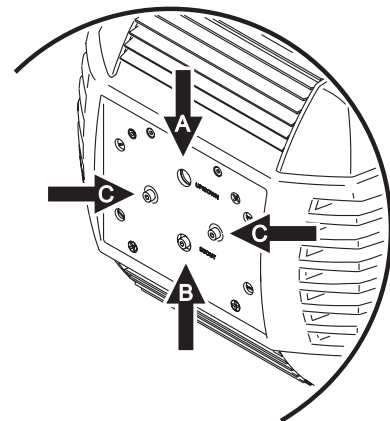

**Bild 4: Haltefedern**
- Die Anschlüsse des Leuchtmittels müssen unterhalb der V-förmigen Haltefeder liegen (Bild 4).